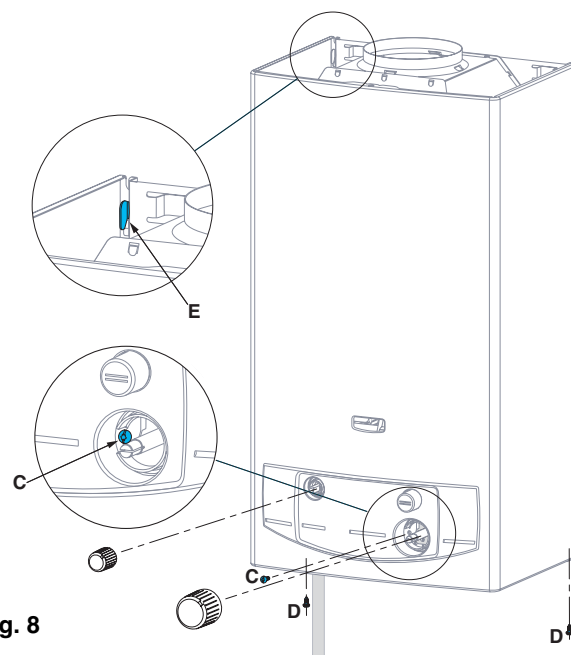

Fig. 8
- Draai de bevestigingsschroeven **C** van de plaat los (onder de temperatuurkeuzeknop) (Fig. 8)
- Draai de 2 bevestigingsschroeven **D** van de bekleding (Fig. 8)
- Houd de kap op zijn plaats (Fig. 8)